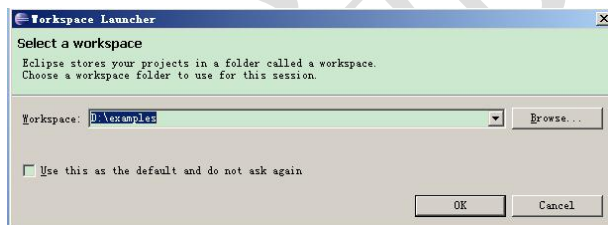

图 5-7 指定一个工作路径
(1) Eclipse 是一个标准的窗口应用程序，可以单击程序按钮开始运行。先在 D 盘目录下建立一个 examples 目录，然后打开 Eclipse 软件，指定到 D:\examples 目录下，这个目录作为工作目录，如图 5-7 所示。